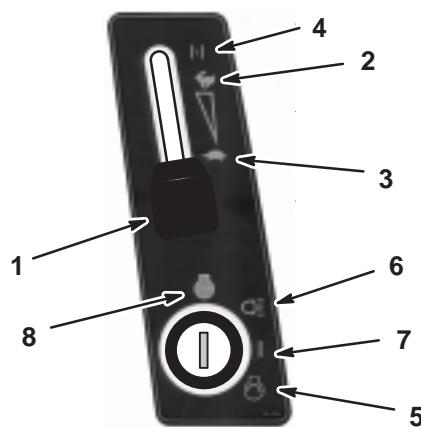

Figure 11
- Si le moteur est froid, placez la commande d'accélérateur en position Starter (Fig. 11).
- Tournez la clé de contact dans le sens des aiguilles d'une montre et maintenez-la en position de démarrage (Fig. 11). Relâchez-la quand le moteur démarre.
- Lorsque le moteur a démarré, amenez progressivement la manette d'accélérateur en position de régime maximum (Fig. 11).
- Placez la manette d'accélérateur en position de ralenti (Fig. 11).
- Tournez la clé de contact en position contact coupé (Fig. 11).